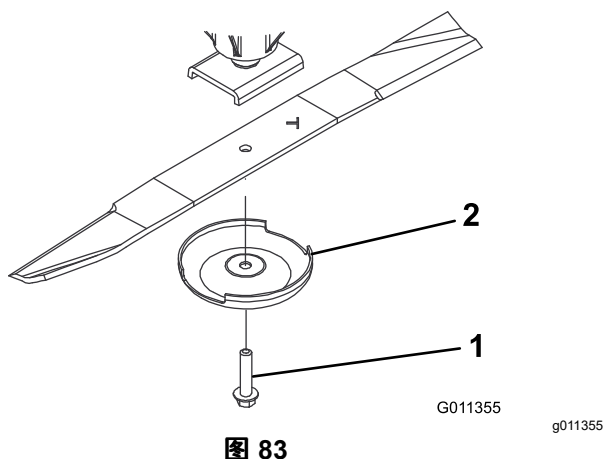

图 83
3. 卸掉刀片螺栓、防刮罩并从铰轴上取下刀片 (图 83)。